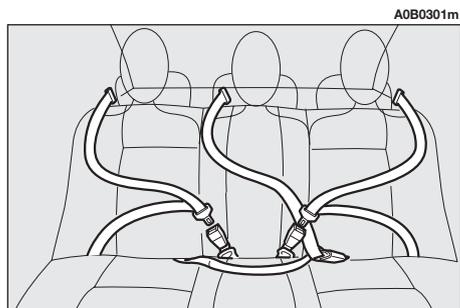
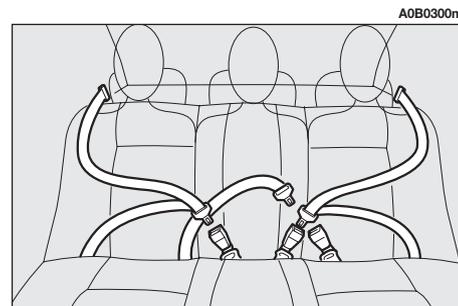

fig. 42
fig. 44
**Per garantire la massima protezione, le cinture per i posti posteriori devono essere allacciate secondo gli schemi di fig. 42 e fig. 44.**
Il posto centrale è dotato di cintura inerziale a tre punti di ancoraggio con arrotolatore come i posti laterali (fig. 42).
A richiesta per versioni/mercati ove previsto, il sedile posteriore può essere dotato di cinture di sicurezza inerziali a tre punti di ancoraggio con arrotolatore per i posti laterali e di cintura addominale a due punti di ancoraggio per il posto centrale (fig. 44).